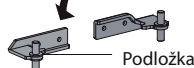

Fig. 12
12. Fig. 12 Spodní dvířka nasadte na dolní závěs a zarovnejte v ose s horním závěsem. Otočte střední závěs o 180°, přesadte podložku ložiskového čepu na jeho horní část, nastavte střední závěs do příslušné polohy a zajistěte jej šrouby.